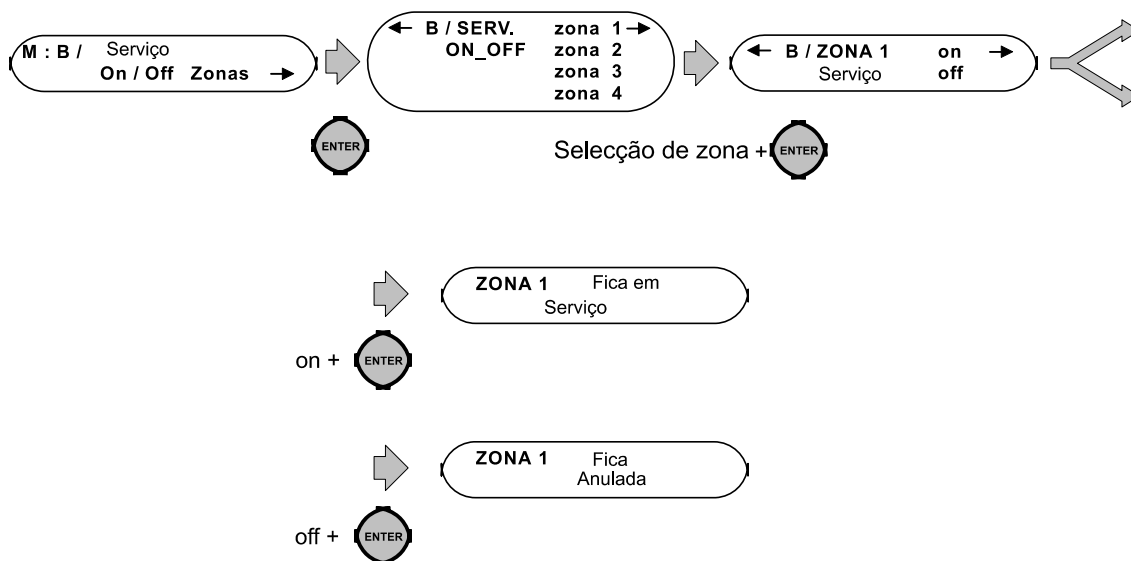

Figura 2. Ecrã Serviço.
- * **Serviço** (Zonas On/Off, ver figura 2).